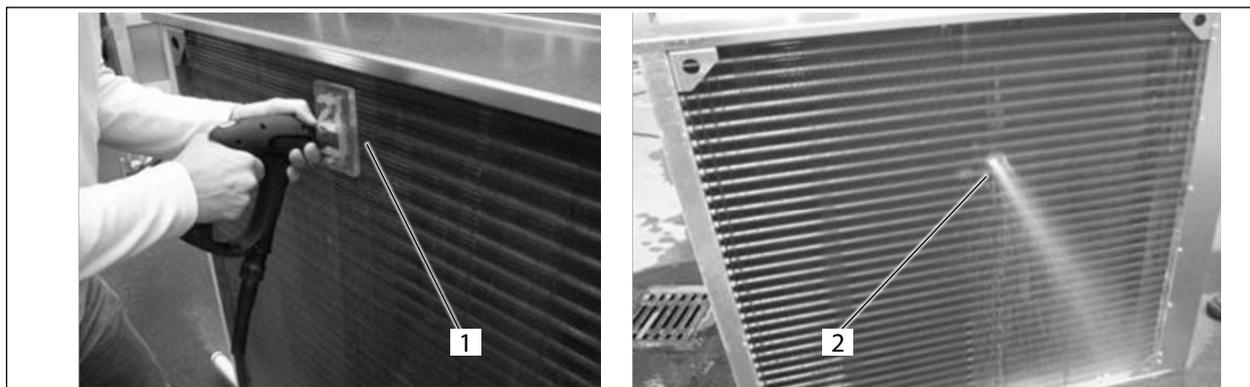

Fig. 34 Sistema multigetto THD
- Nell'ambito della verifica di conformità igienica per le unità di ventilazione AL-KOTHERM, l'Istituto di Igiene dell'Aria ILH di Berlino ha certificato che le batterie di scambio termico di AL-KOTHERM possono essere pulite con il sistema multigetto THD (vedere Fig. 34 Sistema multigetto THD).